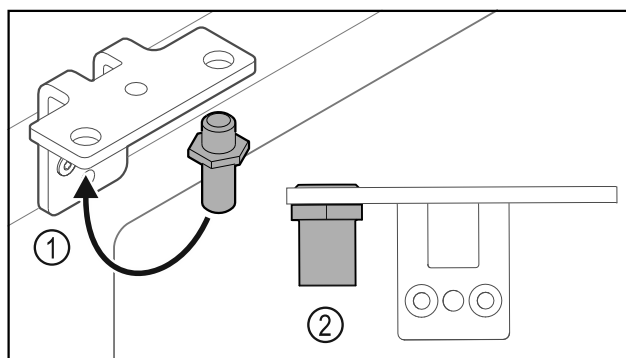

Fig. 38
- ▶ Flyt bolten Fig. 38 (1) i hængselvinklen.
- ▶ Spænd bolten Fig. 38 (2) med et drejemoment på 12 Nm.